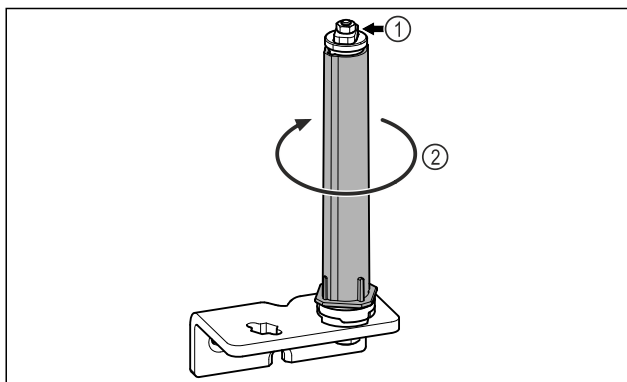

Fig. 22
► Ikke demonter dørlåsesystemet Fig. 22 (1).
- Drei låsesystemet Fig. 22 (2), til det klikker.